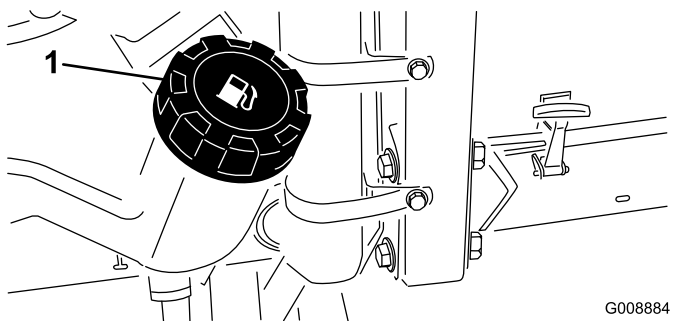

Bild 27
2. Reinigen Sie den Bereich um den Tankdeckel (Bild 27).